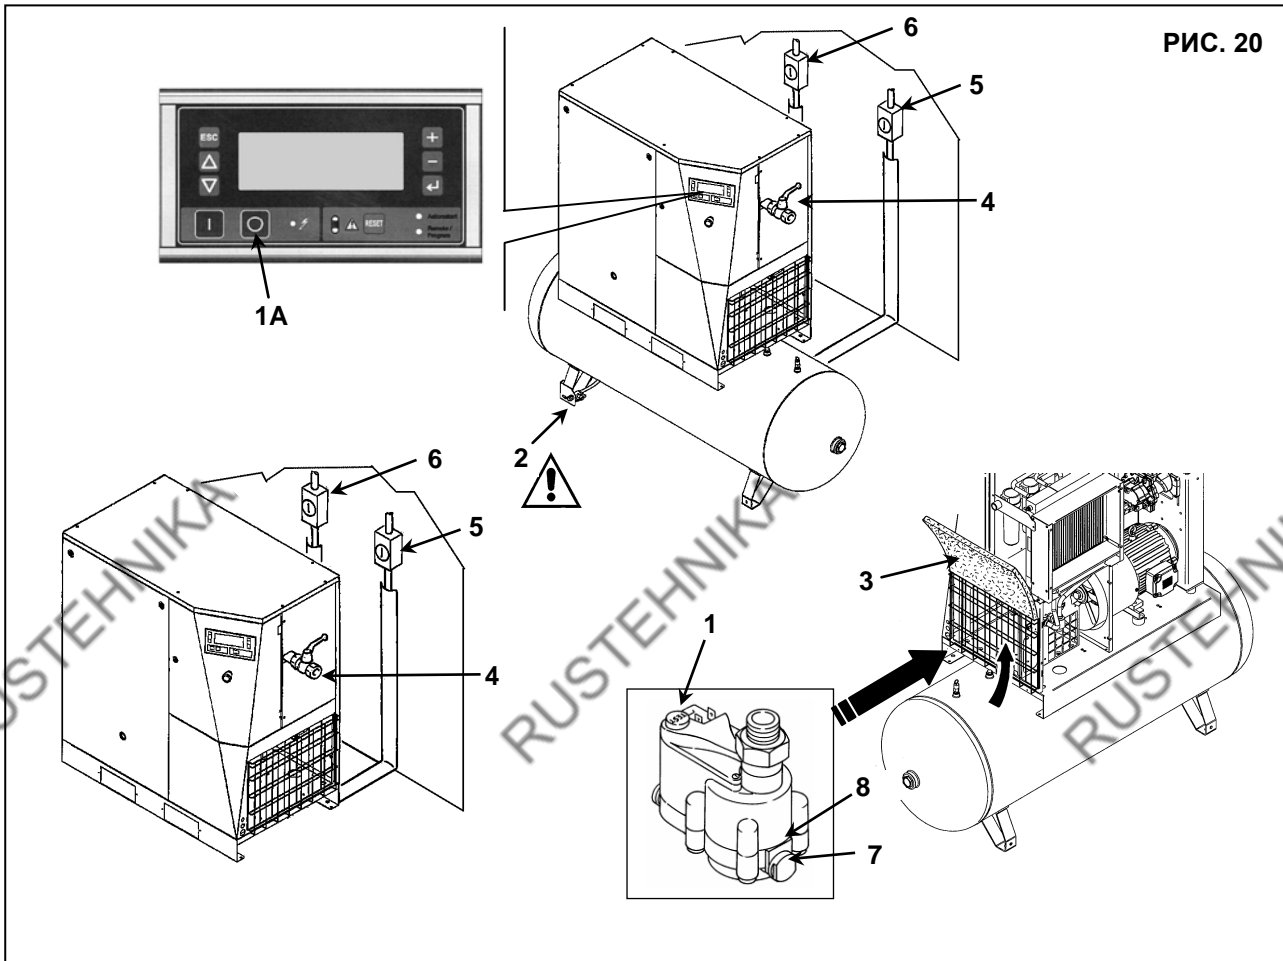

РИС. 20
Необходимо проверить автоматический и ручной слив конденсата (поз. 1 через каждые 500 часов и поз. 2 через каждые 24 часов работы), Рис. 20.
- Снимите панель фильтра (поз. 3, Рис. 20)
- Нажмите кнопку "TEST" (поз. 1, Рис. 20) на несколько секунд для проверки корректности слива конденсата из дренажной трубы.
- Проверьте ручной сброс конденсата из бака, чтобы убедиться, что конденсат корректно удален из клапана, поз. 2, Рис. 20 (ЕЖЕДНЕВНАЯ ПРОДУВКА).
- Закройте пробку (поз. 4, Рис. 20)
- Сбросьте давление осушителя, нажав на кнопку "TEST" сброса конденсата (приблизительно на 10-20 секунд), поз. 1, Рис. 20
- Выключите машину кнопкой (поз. 1А, Рис. 20): при этом машина остановится через 45 секунд работы на холостом ходу.
- Выключите разъединитель поз. 5 (для винтового компрессора) и поз. 6 (при наличии осушителя) см. Рис. 20.
- Сбросьте давление, повернув кран, поз. 2, Рис. 20.
- Снимите ограничитель (поз. 7, Рис. 20)
- Снимите фильтр (поз. 8, Рис. 20)
- Установите панель фильтра (поз. 3, Рис. 20)